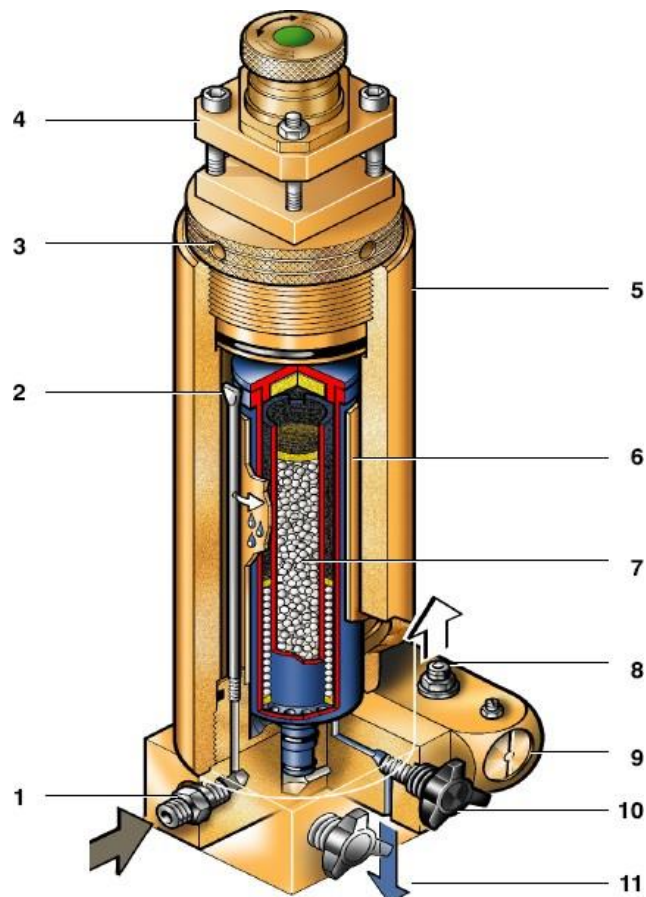

Рис.29. Фильтрующая система P21
Сжатый воздух, покидающий финальную стадию, охлаждается в охладителе до температуры на 10°-15°С выше окружающей и попадает в фильтрующую систему **P21** с картриджем длительного ресурса (Рис.29).
- Открутите крышку фильтра против часовой стрелки (3, рис. 29).